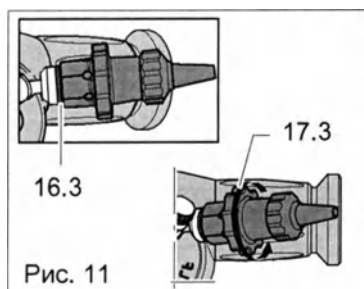

Рис. 11
- ◆ лазерный световод (x) прочно зафиксирован в блоке регулирования лазера (17)
- ◆ установочное кольцо (17.3) расположено у маркировки (16.3) (см. Рис. 11)